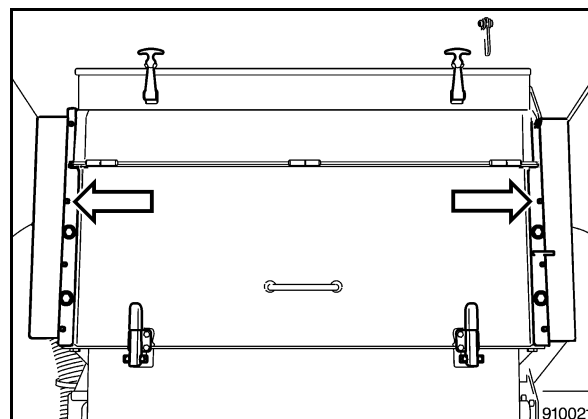

Bild 41
- Deckel (Bild 41) auf beiden Seiten abbauen.